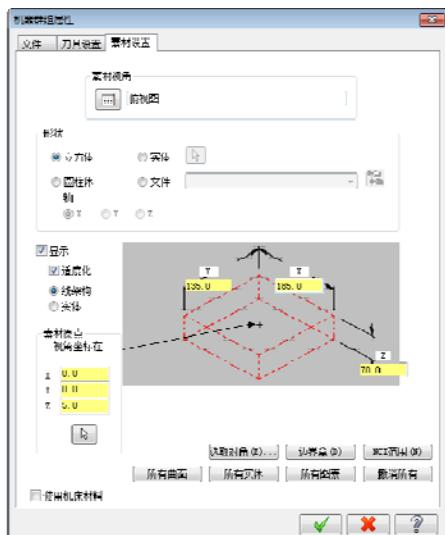
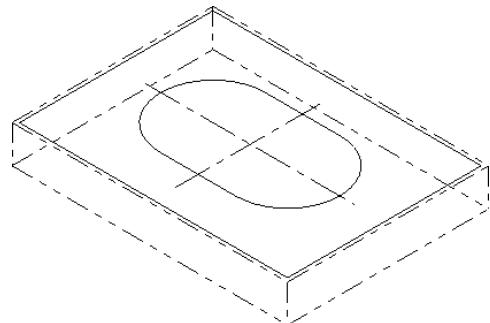

图 12-75 “素材设置”对话框
图 12-76 设置毛坯
- 02 设置毛坯。单击“刀具路径管理器”中的“素材设置”选项，系统弹出如图 12-75 所示的“素材设置”对话框，在对话框中选中“线架构”单选按钮，设置立方体长度 X、Y、Z 分别为 185、135、25，视角坐标 X、Y、Z 分别为 0、0、0，如图 12-76 所示，单击“确定”按钮 。